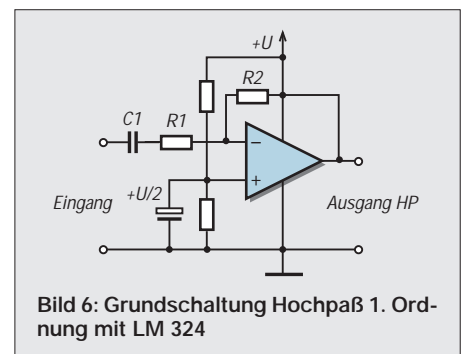

Bild 6: Grundschialtung Hochpaß 1. Ordnung mit LM 324
Bild 6 zeigt einen einfachen aktiven Hochpaß (HP), der mit einem OPV aufgebaut ist. Kennzeichen: zwei Widerstände, ein Kondensator, Einspeisung am invertierenden Eingang. Auch der für uns notwendige Spannungsteiler ist gezeichnet. Mit den drei Bauelementen $R1$, $C1$, $R2$ kann man die Kennwerte des HP berechnen bzw. festlegen. Legt man die Grenzfrequenz f_{ug} und $C1$ fest, so errechnet sich $R1$ aus
Bild 6 enthält noch einen Widerstand R_2 . Diese Rückführung vom Ausgang zum Eingang bestimmt die Verstärkung dieser Stufe.